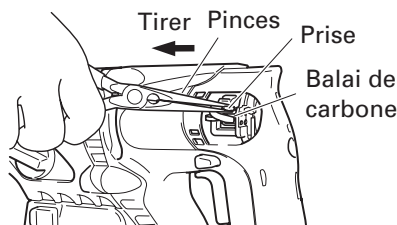

Fig. 23
- (2) Saisir les prises des balais en carbone avec des pinces, puis sortir les balais du porte-balai. (Fig. 23)